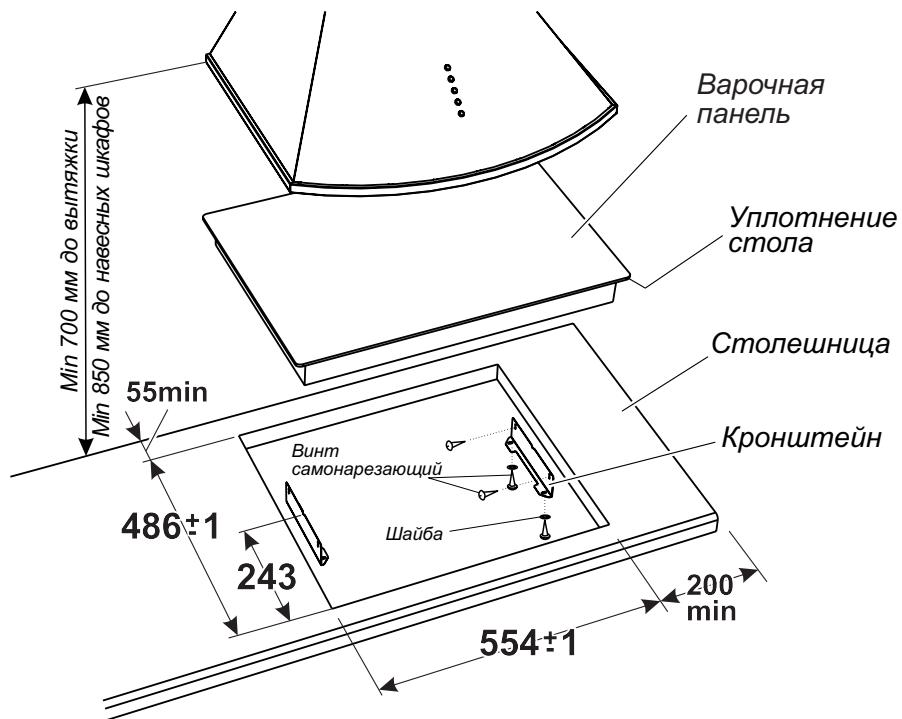

Рис.20
1. Разметить на столешнице контур проема под варочную панель (рис. 20). Размер монтажного проема (ширина x глубина), мм: $554\pm1 \times 486\pm1$